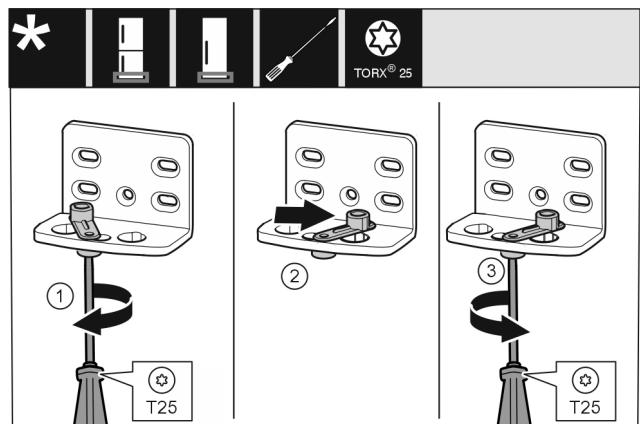

Fig. 15
- Schraube Fig. 15 (1) mit Schraubendreher lose schrauben.
- Türschließhilfe Fig. 15 (2) anheben und um 90° nach rechts in Bohrung drehen.
- Schraube Fig. 15 (3) mit Schraubendreher fest-schrauben.